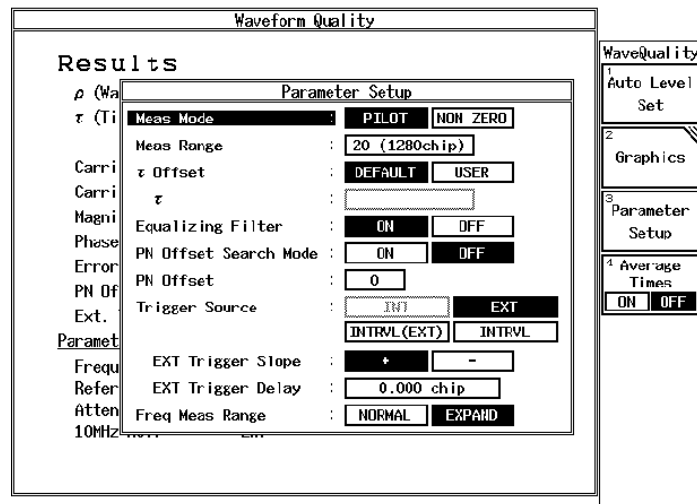

図 6-3 測定パラメータ表示 (Forward Link)
4. R3267 シリーズを CF:800MHz、RF 入力、Forward Link に設定し、パラメータを図 6-3 のように設定し、*DC CAL*、*AUTO LEVEL* を実行します。